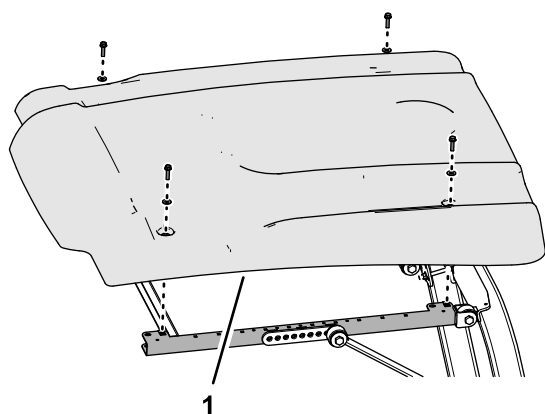
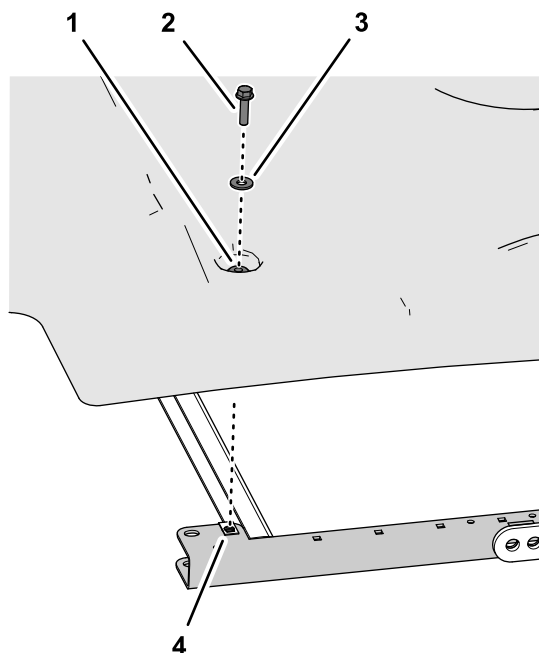

Bild 1
Bild 2
Seitenrahmenkanälen befestigt ist (Bild 1 und Bild 2).
2. Nehmen Sie das Sonnendach von der Maschine ab (Bild 1).